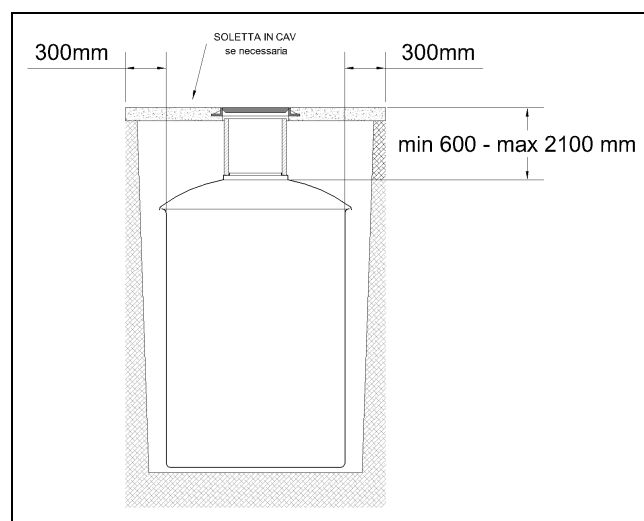

Figura 4 Soletta (se necessaria) min e max profondità di interro
- Le dimensioni della soletta di rinforzo in cemento, devono estendersi per almeno 300 mm, oltre la luce di ingombro del manufatto (Figura 4).